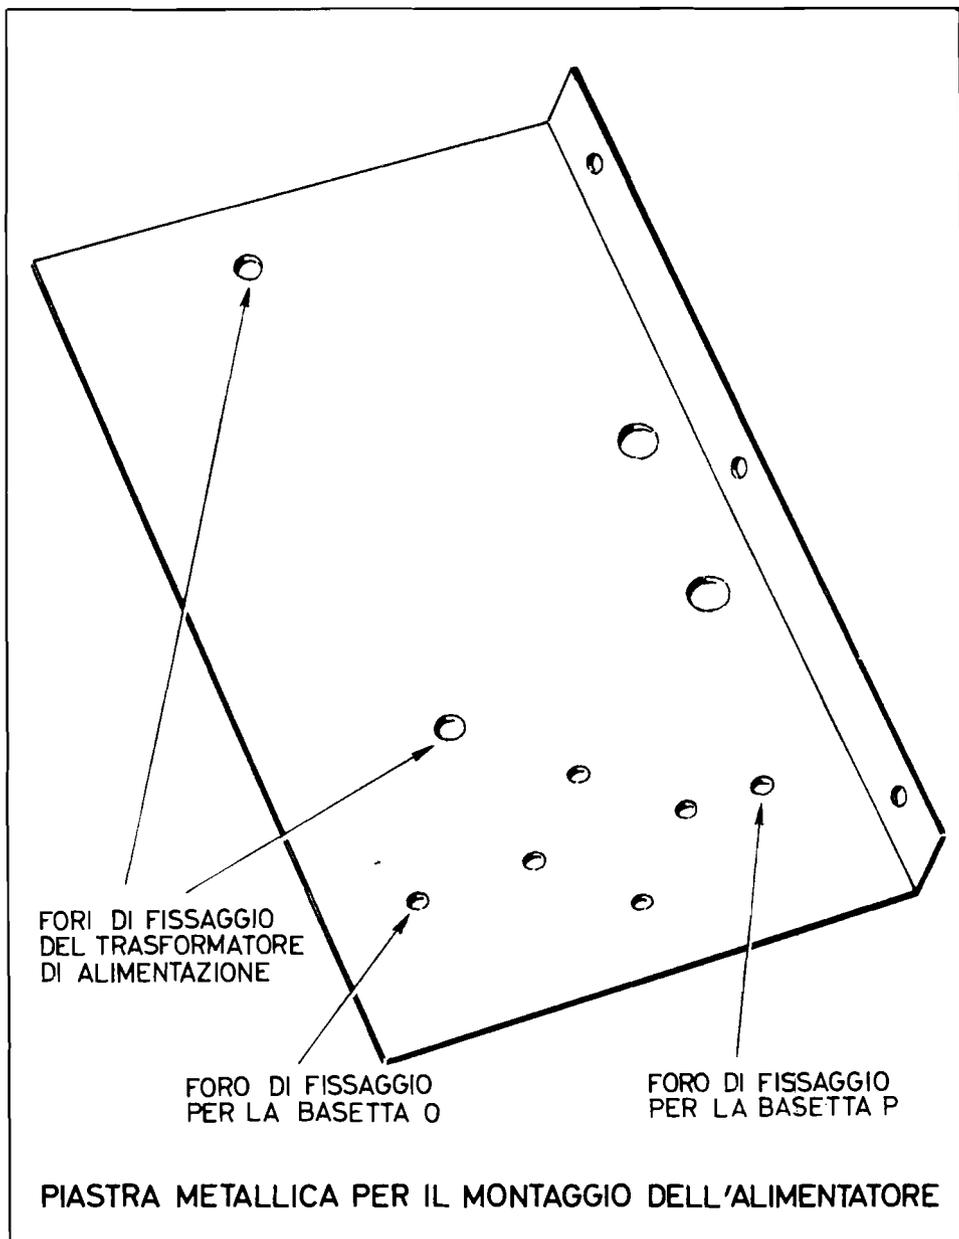
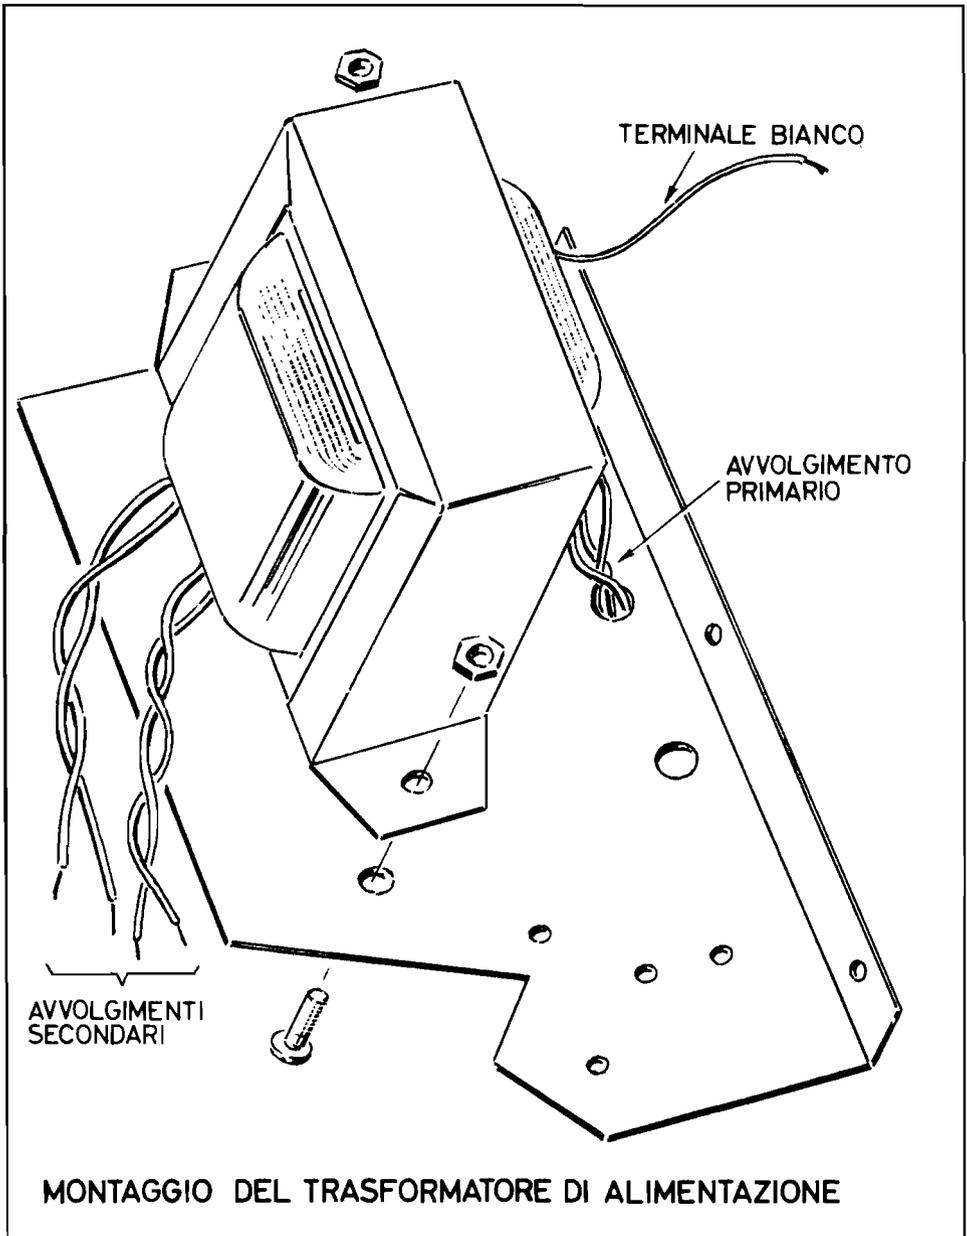
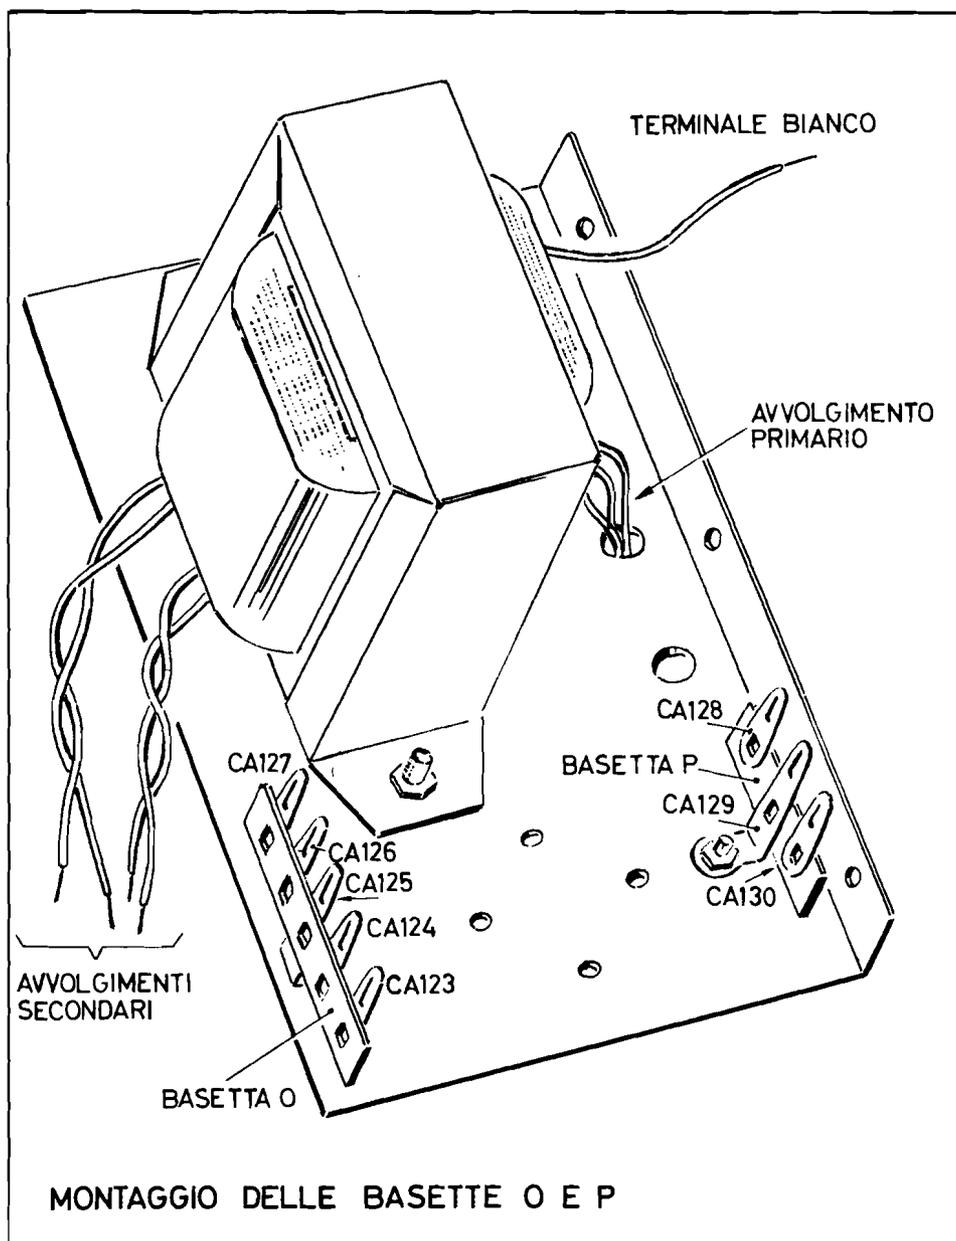

Fig. 3
Fig. 4
Fig. 5
Il lavoro ha inizio con la sistemazione di alcuni componenti del circuito dell'alimentatore su un'apposita piastra di lamiera avente la forma rappresentata nella *fig. 3*.
b) Disponga la piastra di lamiera, che funge da supporto al circuito dell'alimentatore, nella posizione indicata nella *fig. 3*, cioè con il lato piegato rivolto verso l'alto. Appoggi sulla piastra il trasformatore di alimentazione, come indicato nella *fig. 4*, ed infili i tre terminali dell'avvolgimento primario attorcigliati tra loro nel foro indicato nella figura stessa.
d) Mediante una vite da 3×6 mm ed un dado da 3 MA fissi una basetta a 5 capicorda sulla piastra, in corrispondenza del foro indicato nella *fig. 3*; il lato interno della basetta deve essere rivolto verso il lato ripiegato della piastra stessa. Questa basetta verrà contraddi-
- e) Mediante una vite da 3×6 mm ed un dato da 3 MA fissi una basetta a tre capicorda sulla piastra, in corrispondenza del foro indicato nella *fig. 3*. Il lato interno della basetta deve essere rivolto verso la basetta O, prima montata, come indicato nella *fig. 5*, nella quale è rappresentato il montaggio sinora eseguito. Questa basetta verrà contraddistinta con la lettera P ed i capicorda ad essa relativi saranno numerati dal CA128 al CA130.